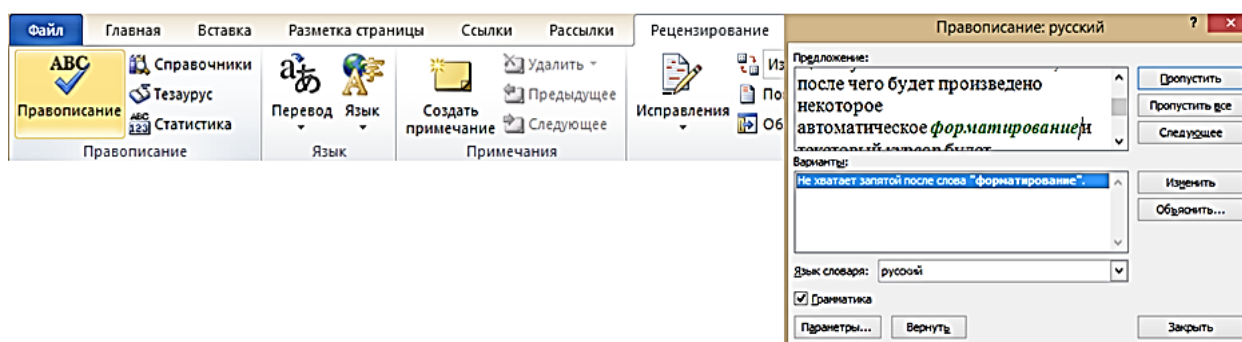

Рис. 30. Выявленная орфографическая ошибка
2. При обнаружении орфографической или грамматической ошибки появится диалоговое окно **Правописание**. В заголовке окна будет указан также язык проверки (рис. 30).